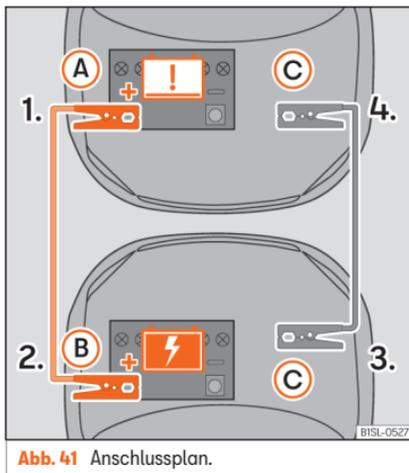

Abb. 41 Anschlussplan.
Starthilfekabel nur in folgender Reihenfolge anklemmen »» Abb. 41 1. > 2. > 3. > 4.
- Klemmen Sie ein Ende des roten Starthilfekabels an den Pluspol + des Fahrzeugs mit der entladene Fahrzeugbatterie (A)
- »» Abb. 41.
- Klemmen Sie das andere Ende des roten Starthilfekabels an den Pluspol + des Strom gebenden Fahrzeugs (B).
- Klemmen Sie ein Ende des schwarzen Starthilfekabels (C) an einen geeigneten Masseanschluss, an ein massives, fest mit dem Antrieb verschraubtes Metallteil oder an den Antrieb des Strom gebenden Fahrzeugs selbst.
- Klemmen Sie das andere Ende des schwarzen Starthilfekabels (C) im Fahrzeug mit der entladene Batterie an ein mit dem Motorblock verschraubtes, massives Metallteil oder an den Motorblock selbst, aber so weit wie möglich von der Batterie (A) entfernt an. Schwarzes Starthilfekabel nicht am Minuspol – der 12-Volt-Fahrzeuggatterie anklemmen. Ansonsten könnte es zu einer falschen Bewertung des Batteriezustandes in der Fahrzeug-elektronik kommen.